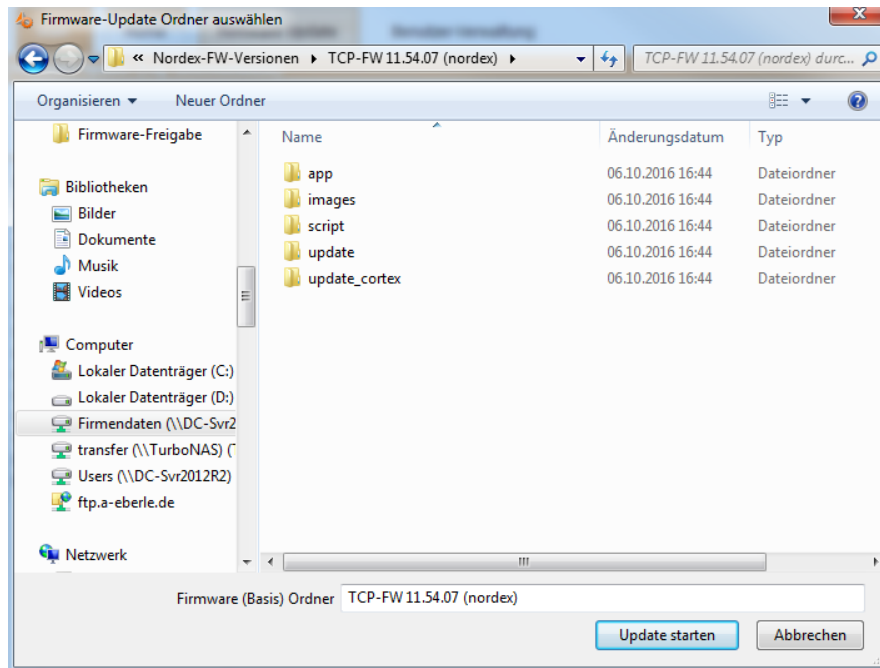

Abbildung 12-4 Verzeichnisebene für TCP-Update
- ➔ Verzeichnisebene wählen siehe unten Abbildung 12-4.